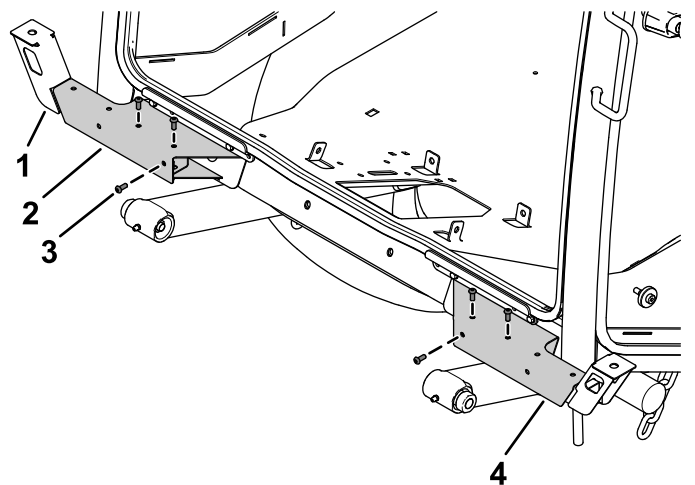

Figur 14
1. Fastgør den venstre lygtes bundplade og den højre lygtes bundplade til førerhusets stel med 2 bræddebolte ($\frac{3}{8}$ " x $\frac{3}{4}$ ") og 2 låsemøtrikker ($\frac{3}{8}$ ") på hver side (Figur 14).